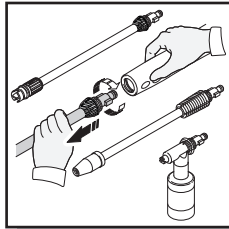
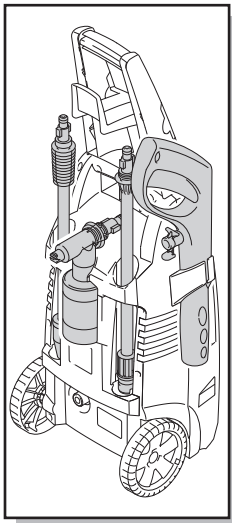

Fig. 24
Fig. 25
- Quite lanza o detergente botella del fusil y el lugar en el poseedor accesorio (Fig. 24). Coloque el fusil en el poseedor accesorio en el lado de la arandela del poder. El resbaladero saja en las ranuras proporcionados en la espalda de la arandela del poder. Asegúrese de desechar algún detergente restante de la botella. Limpie la cabeza de botella y boca con agua dulce para prevenir atascar. Apriete la botella de detergente en el espacio entre los poseedores de lanza (Fig. 25)